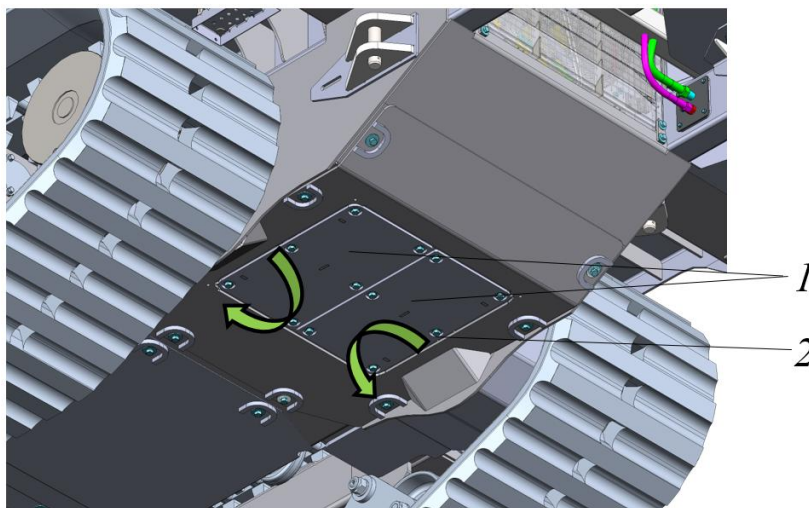

Рисунок 5.6. Съемный лючок в передней части брони
Для открытия лючков 1 в передней части брони необходимо, ключом  на 24 выкрутить болты с шайбами поз. 2. Придерживая лючки поз. 1 последовательно открыть их по направлению вниз и в стороны, см. рис. 5.6, направление открытия показано стрелками.
- ▶ Предварительно очищенные лючки поз 1, рис. 5.6 последовательно установить на место. Болты поз. 2 затянуть моментом не превышающим 195 Н*м.